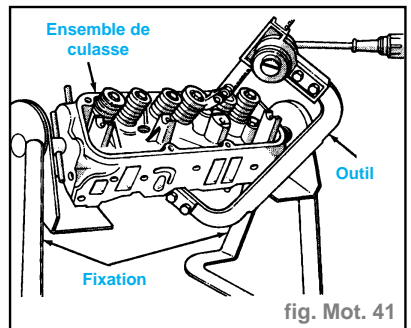

fig. Mot. 41
- La culasse étant déposée, comprimer les ressorts de soupape au moyen de l'outil **C-3422-B** avec l'adaptateur **6412** comme illustré (fig. Mot. 41).